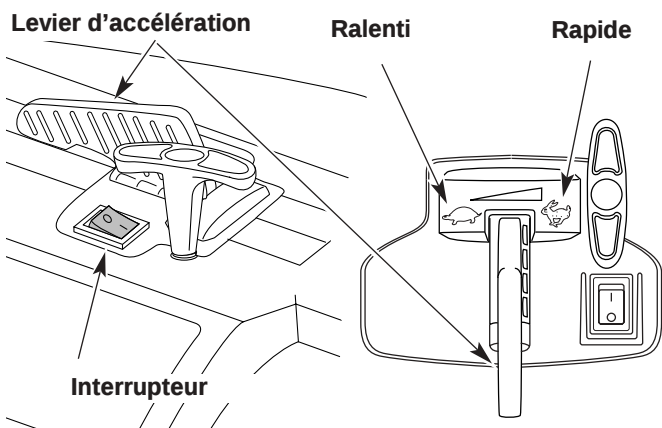
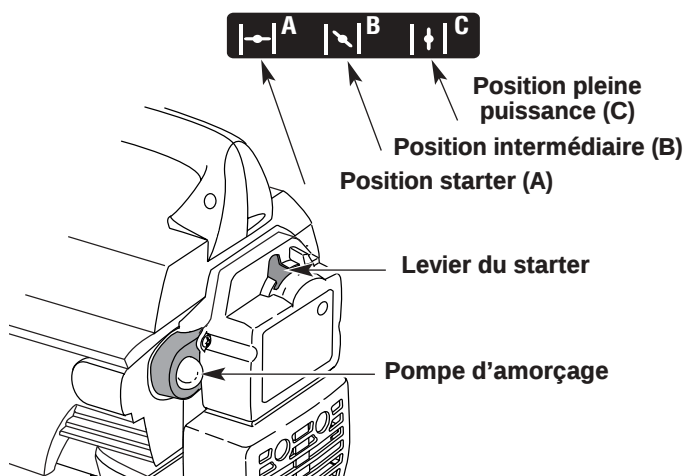

Fig. 10
Fig. 11
REMARQUE : Le contact d'allumage est un commutateur temporaire et est toujours en position MARCHÉ (I) (Fig. 10).
3. Pressez et relâchez 10 fois la pompe d'amorçage, lentement et complètement. Le carburant doit être visible dans la pompe (Fig. 11). S'il ne l'est pas, appuyez trois fois de plus ou jusqu'à ce qu'il apparaisse.
4. Placez le levier du starter en position starter (A) (Fig. 11).
5. L'appareil étant au sol, faites passer le levier d'accélération en position rapide (☛) (Fig. 10).
7. Placez le levier du starter en position intermédiaire (B) (Fig. 11).
10. Laissez le moteur chauffer pendant 5 à 10 secondes. Placez le levier du starter en position pleine puissance (C) (Fig. 11).
REMARQUE : Si le moteur est noyé lors de la tentative de démarrage, mettez le levier du starter en position pleine puissance (C). Mettez le levier d'accélération en position rapide (☛) (Fig. 10). Tirez énergiquement sur la corde du lanceur. Le moteur doit démarrer après 3 (trois) à 8 (huit) tentatives.
REMARQUE : Il n'est pas nécessaire d'utiliser le starter pour démarrer un moteur chaud. Mettez la manette des gaz en position de haute vitesse (☛) (Fig. 10), puis démarrez l'appareil en position d'étranglement **PARTIEL** (B) (Fig. 11).
1. Mettez le levier d'accélération en position de ralenti (☛) (Fig. 10). Laissez le moteur se refroidir en tournant au ralenti.
2. Appuyez sur le contact d'allumage et maintenez-le en position ARRÊT [O] jusqu'à ce que le moteur s'arrête complètement (Fig. 10).
1. Mettez l'interrupteur en position ARRÊT [O] (Fig. 10) et attendez que le rotor s'arrête de tourner.